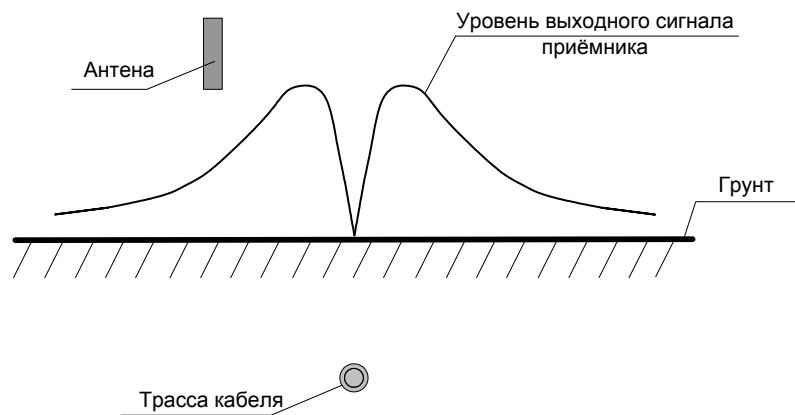

Рис. 2.
2. Если идти над кабелем с вертикально расположенной антенной – определяем трассу кабеля (рис.2).